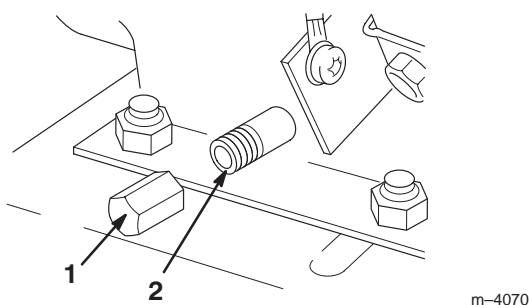

Figure 27
5. Nettoyez la surface autour du bouchon de vidange d'huile (Fig. 27).
6. Placez un bac de vidange sous le tube de vidange et retirez le bouchon (Fig. 27).